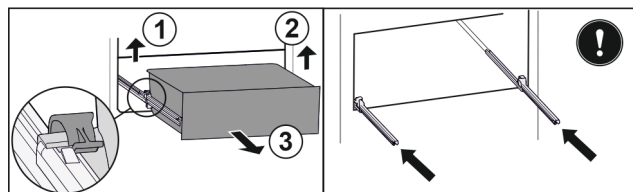

Fig. 41
- ▶ Løft den venstre klemme, og træk samtidigt skuffen i venstre side fremad. Fig. 41 (1)
- ▶ Løft den højre klemme, og træk samtidigt skuffen i højre side fremad. Fig. 41 (2)
- ▶ Tag skuffen ud herefter. Fig. 41 (3)